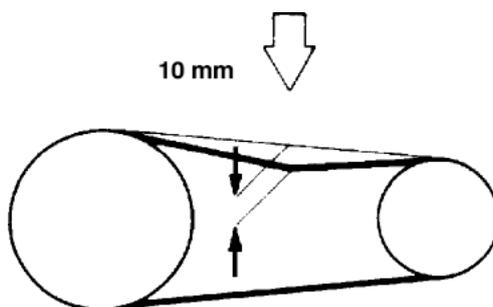

Рис.5. Проверка натяжения ремня
- Проверьте натяжение нового ремня после 25 часов работы. Наилучшим натяжением для ременного привода является самое слабое, какое возможно, при этом ремень при полной нагрузке не проскальзывает. Грубая оценка такого натяжения – прогиб ремня на **10 мм** при надавливании на него пальцем между двумя шкивами (рис.5).
- Отрегулируйте положение двигателя, что бы натяжение было правильным (Рис.5).